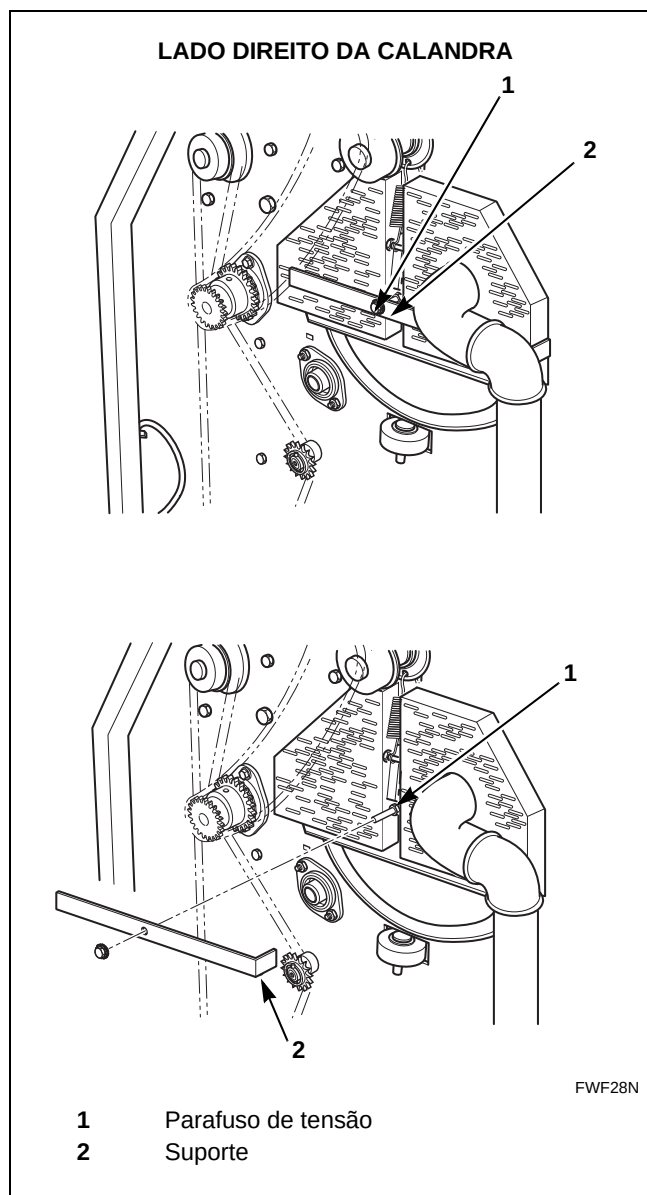

Figura 33
2. Localize os sistemas de tensão da cinta de devolução em cada um dos lados da calandra. Consulte a *Figura 33*.